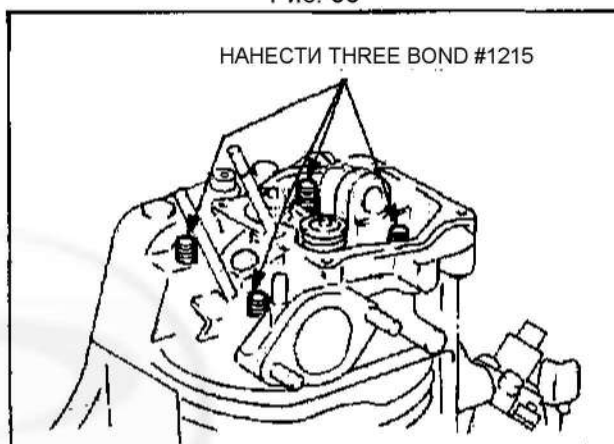

Рис. 57-1
- (3) Установить головку на цилиндр.
- (4) Нанести герметик (THREE BOND #1215) на четыре шпильки на стороне оси коромысел. На две другие шпильки нанести масло. (См. Рис. 57-1.)